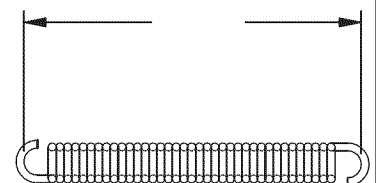

Figura 29
3. Monte una nueva correa de transmisión asegurándose de guiarla según el adhesivo de la base del panel del suelo, consulte figura 29.